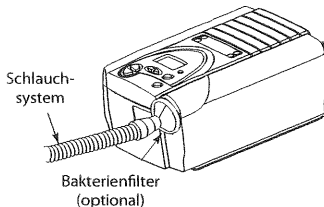

Abb. 5–3 Anschluss des Schlauchsystems an den Auslass
- A. Bei Verwendung einer Maske mit integriertem Ausatemventil den Anschluss der Maske an das Schlauchsystem anschließen (siehe Abb. 5–4).